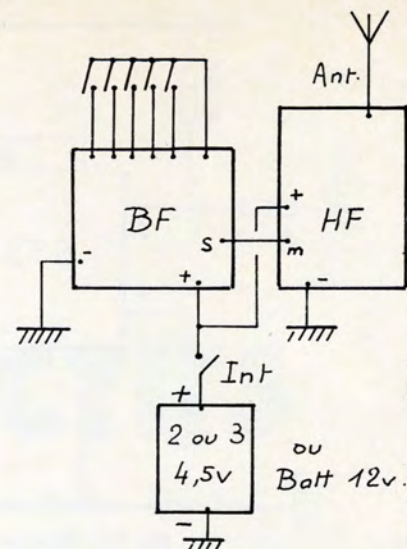

Fig. 4. - Interconnexions Tx.
- Disposer le générateur de notes pour que la liaison S-m soit aussi courte que possible. Finalement la disposition schématisée en figure 4, nous semble très ration-
Procéder au montage des plaquettes dans le boîtier et câbler conformément à la figure 4. Déployer l'antenne et, en tenant l'émetteur sous tension, retoucher le CV et L5 pour un maximum de rayonnement contrôlée au mesureur de champ. Toujours terminer le réglage par celui du CV.